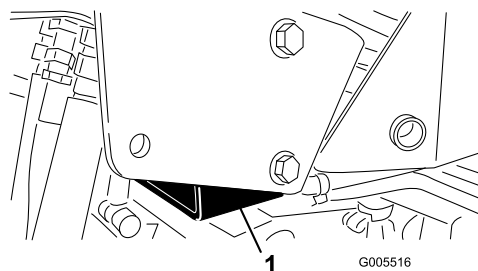

図 28
- 右側ジャッキパッド部分と、ROPS横転保護バーのサポートブラケットの近く 図 28